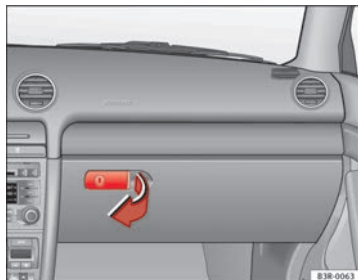

Fig. 137 Guantera
- Tire de la empuñadura de la tapa en la dirección de la flecha ⇒ fig. 137 y abra la tapa hacia abajo.